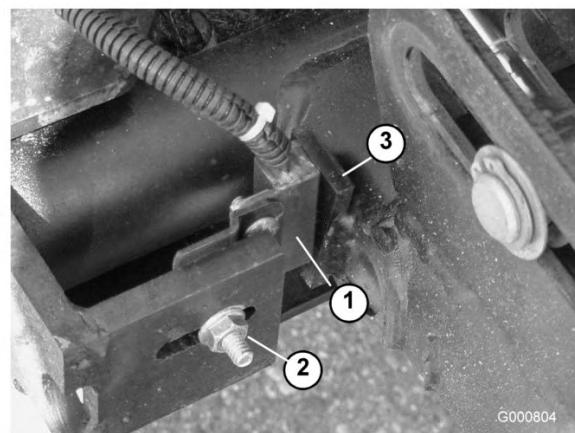

図 89
- ・ 昇降アームのスイッチのブラケットを4番、6番または7番昇降アームに固定しているキャリッジ・ボルトのナット(図 89)をゆるめる。図は4番昇降アームである。